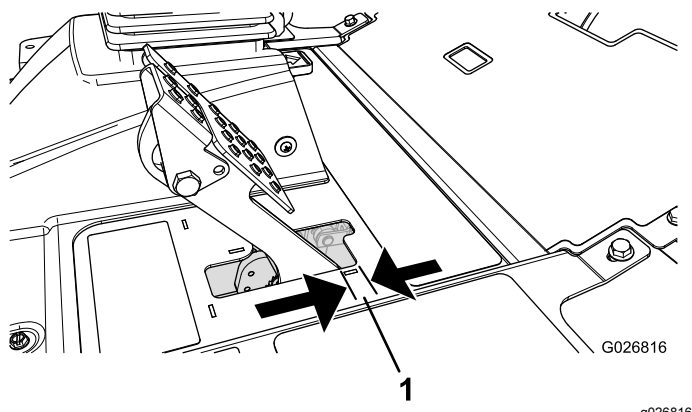

Рисунок 51
Тормоза необходимо отрегулировать, если свободный ход (Рисунок 51) педали тормоза превышает 2,5 см или требуется большее усилие нажатия для торможения. Свободный ход — это расстояние перемещения педали тормоза до ощущения тормозного сопротивления.
2. Затягивая заднюю гайку, переместите тросик назад так, чтобы свободный ход педалей тормоза составил от 0,63 до 1,27 см (Рисунок 51) до момента фиксации колес.